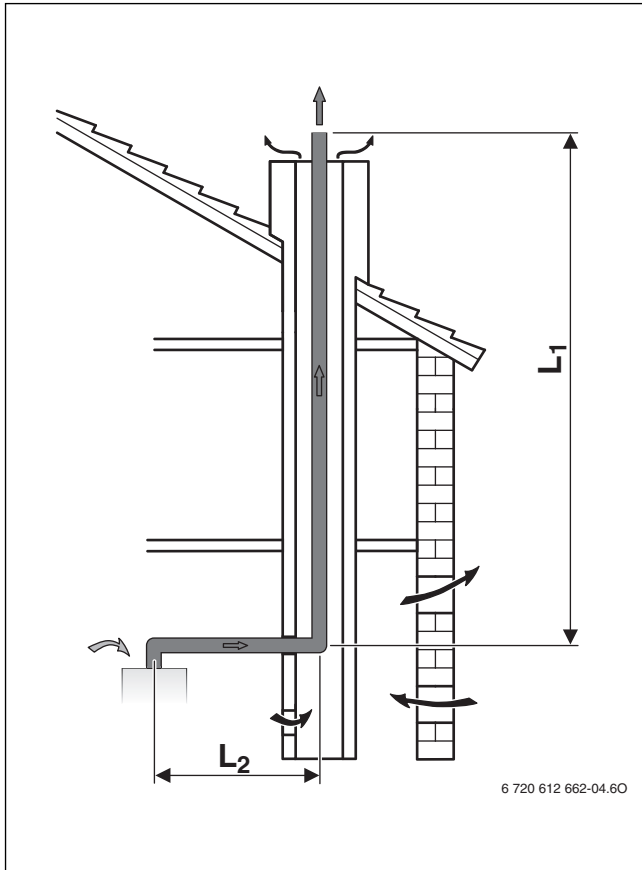

Fig. 21 Condotto di di evacuazione dei gas combusti tramite cavedio secondo B23
- Se lo scarico dei gas combusti avviene in un cavedio retroventilato (→ fig. 21, 22 e 24), la pulizia non è necessaria.